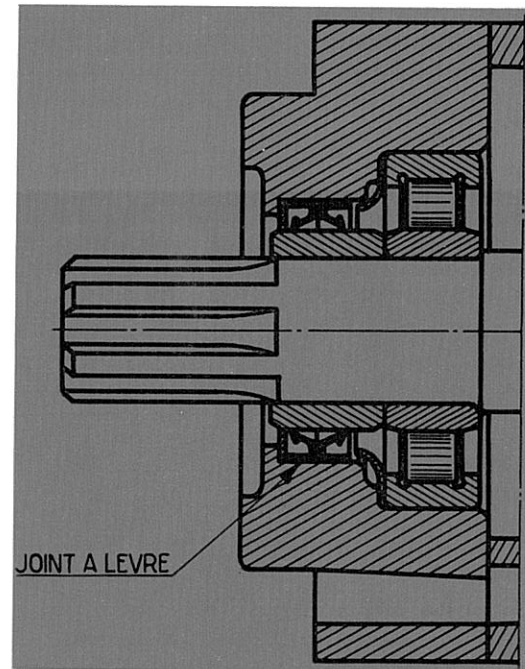
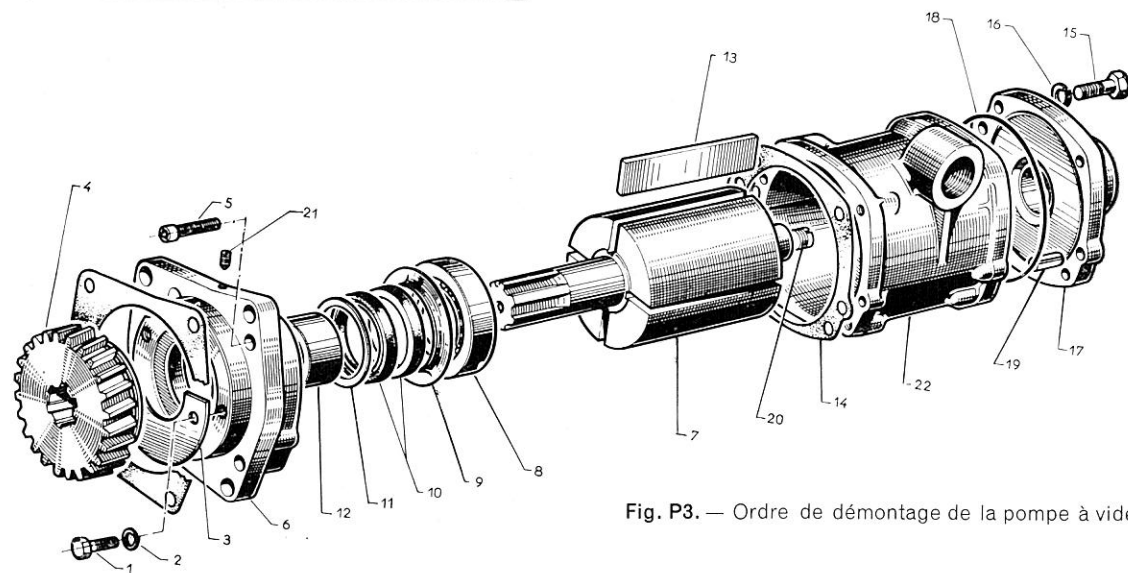

Fig. P2. — Montage des joints à lèvres
Fig. P3. — Ordre de démontage de la pompe à vide
— Après avoir déposé la pompe à vide, démonter dans l'ordre numérique des repères de la Fig. P3.
- Remonter les pièces dans l'ordre inverse du démontage (voir Fig. P3). Pour le montage des joints à lèvres voir Fig. P2.